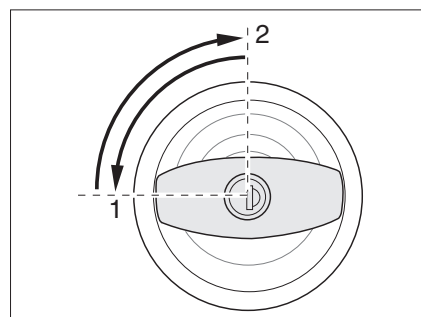

Fig. 19 Serrure de la porte cellule, à l'extérieur, verrouiller
- Insérer la clé dans le barillet et la tourner d'un quart de tour dans le sens inverse des aiguilles d'une montre (Fig. 19,1).
- Ramener (Fig. 19,2) la clé sur la position intermédiaire et la retirer.